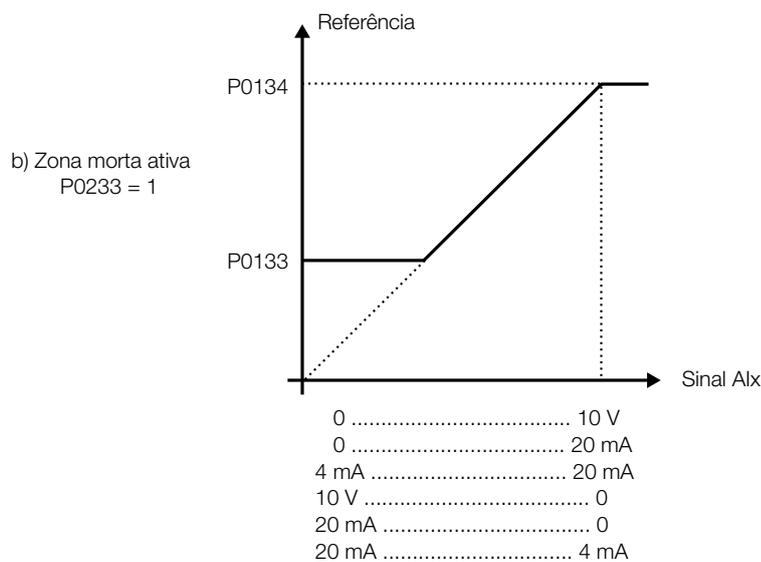

Figura 5.28 – Zona morta nas entradas analógicas ativa
- No caso da entrada analógica AI2 ou AI4 programada para -10 V a +10 V (P0246 = 4) teremos curvas idênticas às da Figura 5.28 na página 5-44 somente quando AI2 ou AI4 for negativa o sentido de giro será invertido.